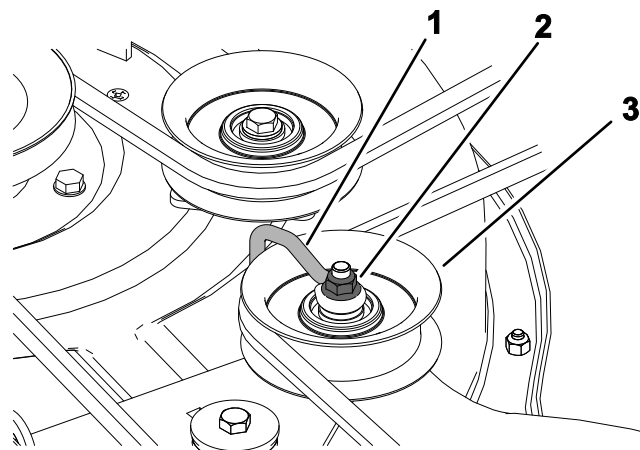

Figura 56
2. Parafuso (3)
6. Desaperte a porca que fixa a forma de arame à polia intermédia (Figura 56).
Nota: Posicione a forma de arame contra o braço intermédio como se mostra na Figura 56.